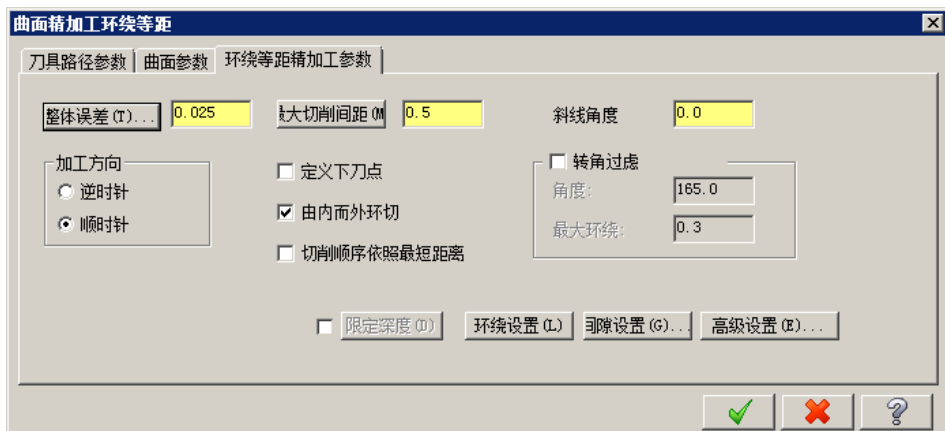

图 17.20 “环绕等距精加工参数”选项卡
Step6. 设置环绕等距精加工参数。在“曲面精加工环绕等距”对话框中单击环绕等距精加工参数选项卡，设置图 17.20 所示的参数。